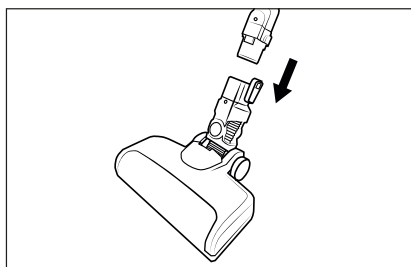

Fig. 2
- 2) Introduzca el tubo de aspiración **24** en el cepillo para suelos **22** hasta que encastre audiblemente con un chasquido (consulte la fig. 2).